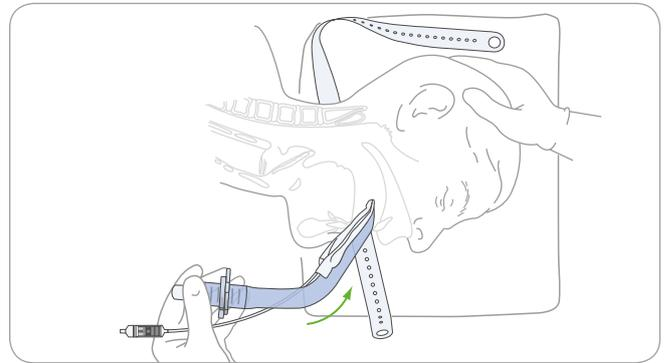

Abbildung 10. Den Cuff tiefer in den Mundraum einführen und dabei weiterhin Druck gegen den Gaumen ausüben
8. Die distale Spitze wird gegen die innere Wand der oberen Zahnreihe oder des Gaumens gedrückt (siehe **Abbildung 10**).